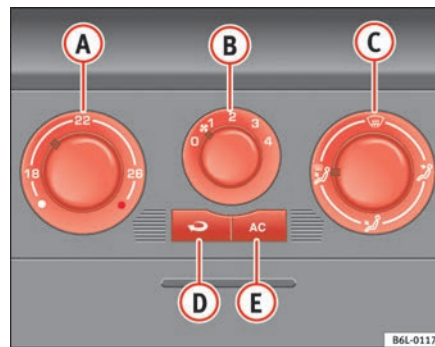

Fig. 95 Mandos del Aire Acondicionado en el tablero de instrumentos
- Desconecte el sistema de refrigeración con la tecla ⇒ fig. 95 **AC** (se apaga el testigo de la tecla).
Con la recirculación de aire en marcha $\Rightarrow$ **página 132, fig. 95**  (se enciende un testigo en la tecla), se evita que los malos olores del exterior, por ejemplo, al atravesar un túnel o en un atasco, penetren en el habitáculo.